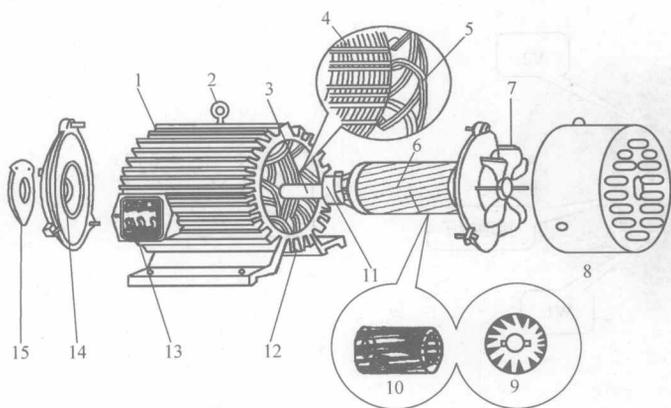
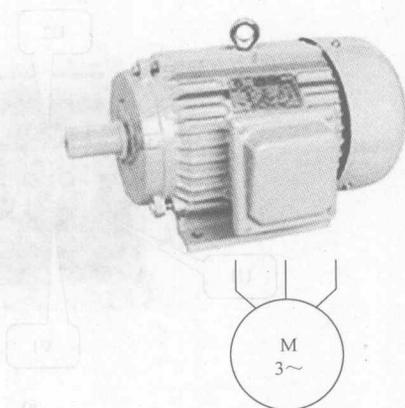

图 1-13 电动机的结构图
图 1-14 三相异步电动机的外形与符号
(4) 识别三相笼型异步电动机 三相笼型异步电动机的结构如图 1-13 所示, 由定子和转子两个基本部分组成。定子主要由定子铁心、定子绕组和机座组成, 转子主要由转子绕组和转子铁心组成。当三相定子绕组通入三相对称电源后, 在气隙中产生一个旋转磁场, 此旋转磁场切割转子导体, 产生感应电流。流有感应电流的转子导体在旋转磁场的作用下产生转矩, 使转子旋转。根据左手定则可判断出转子的旋转方向与旋转磁场的旋转方向相同。三相异步电动机的外形与符号如图 1-14 所示。